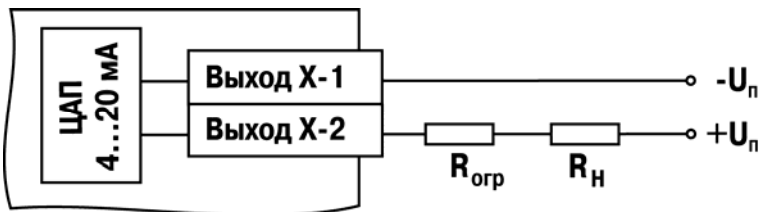

Рисунок 3.3 – Схема подключения нагрузки к ВУ типа «И»
**Формирователь токового сигнала (выход И)** преобразует на активной нагрузке Rн значение на выходе в токовый сигнал 4...20 мА (см. рисунок 3.3).